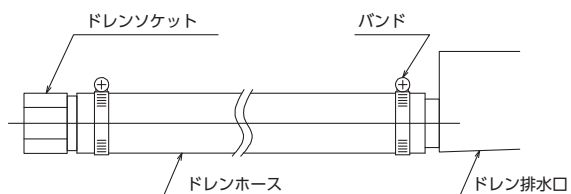

図3-2 ドレンホース施工詳細
- ・ドレン配管とドレン排水口は付属のドレンホースで接続してください。(SC型) (図3-2参照)